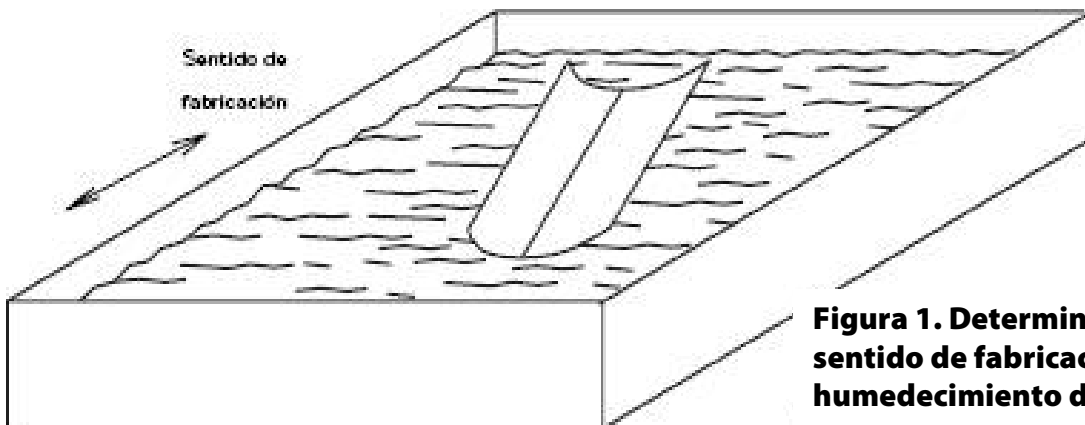

Figura 1. Determinación por el sentido de fabricación por humedecimiento de una de las caras.
2. Mojando una de las superficies de un pequeño cuadrado de papel, se forma un rizo cuyo eje siempre es paralelo al sentido de la máquina. El enroscamiento es causado porque el lado mojado se expande y el lado seco conserva su tamaño y como la hoja tiende a expandirse más en sentido transversal, la hoja forma un cilindro con el eje paralelo a la dirección de la máquina. Este método no se aplica a los papeles que no están encolados, debido a que el agua penetra completamente en el papel quedando las dos caras mojadas y expandiéndose en la misma proporción. Esta prueba se ilustra en la Figura 1.